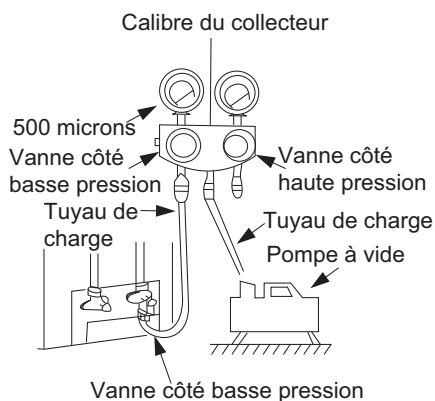

Fig. 20 - Collecteur
3. Ouvrez complètement le côté basse pression de la jauge de collecteur. (Consultez la figure 20)